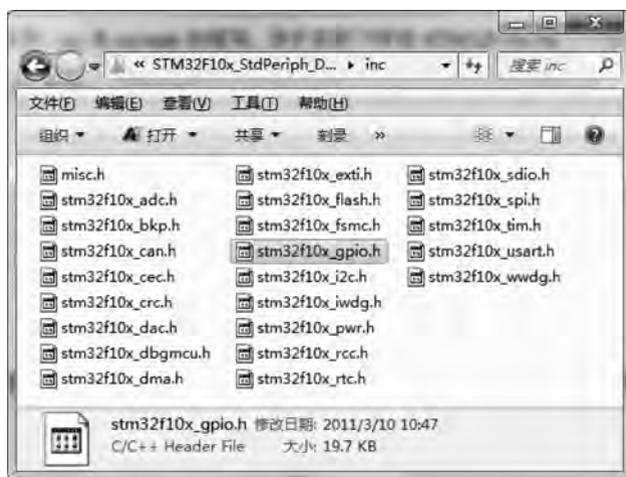

图 3-12 STM32F10x_StdPeriph_Driver\inc 目录
(2) inc 子目录: inc 是 include 的缩写。该子目录下存放 STM32F10x 每个外设库函数的头文件,如图 3-12 所示。